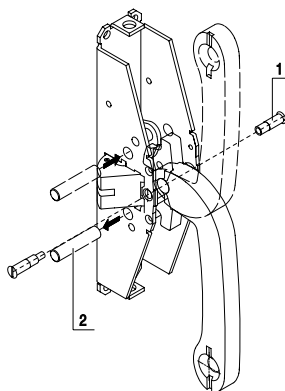

FIG. 6
- 5) **DETERMINAZIONE MANO DEL MANIGLIONE:** L'articolo viene fornito di mano SX (fig. 1), per cambiare mano eseguire le seguenti operazioni sulla **SCATOLA PRINCIPALE:** (fig. 6). Svitare il perno staffa, sfilare i due perni. Ruotare la staffa di 180°, sfilare la spina da 8 mm dalla sua posizione ed inserirla dalla parte opposta (fig. 6) (nel caso il passaggio fosse impedito dal perno di arresto scrocco, spingerlo in avanti fino a liberare il passaggio ed inserire la spina). Riavvitare il perno staffa.
- 5) **DETERMINING THE DIRECTION OF THE PANIC EXIT DEVICE:** the article comes supplied as SX left-handed (Fig. 1), to change this carry out the following operations on the **MAIN CASING:** (Fig. 6) Unscrew the rod stirrup bracket, pull out the two rods. Rotate the stirrup bracket 180 degrees, pull out the 8 mm pin from its position and insert it in the opposite part (Fig. 6) (in the event that the passageway is obstructed by the latch-bolt arrest pin, push it forward until the way is free and insert the pin). Rescrew the stirrup bracket.
- 5) **DÉTERMINATION DE LA MAIN DE LA POIGNEE ANTI-PANIQUE:** L'article est fourni de main GAUCHE (fig. 1), pour changer de main, effectuer les opérations suivantes sur le **COFFRE PRINCIPAL:** (fig. 6). Dévisser l'axe de la bride, retirer les deux axes. Tourner la bride de 180°, retirer la goupille de 8 mm par rapport à sa position et l'introduire du côté opposé (fig. 6) (si le passage est empêché par l'axe d'arrêt du pêne, le pousser vers l'avant pour libérer le passage et introduire la goupille). Revisser l'axe de la bride.
- 5) **DETERMINACIÓN DE LA MANO DE LA BARRA:** El artículo es suministrado en posición de mano izquierda (Fig. 1). Para cambiar de mano, realice las siguientes operaciones en el **COFRE PRINCIPAL:** (Fig. 6). Desenrosque el perno de la abrazadera, extraiga los dos pernos. Gire la abrazadera 180°, extraiga la clavija de 8 mm de su posición e introdúzcala por la parte opuesta (Fig. 6). (Si el pasaje es impedido por el perno de parada del pestillo, empujelo hacia delante hasta liberar el pasaje e inserte la clavija). Enrosque nuevamente el perno de la abrazadera.
- 5) **BEPALING VAN DE RICHTING VAN HET ANTI-PANIEKSLOT:** Het artikel wordt standaard voor linksdraaiende deuren geleverd (afb. 1), om de draairichting te veranderen, de volgende handelingen op de **HOOFDKAST** uitvoeren: (afb. 6). De beugelpin losdraaien en de twee pinnen uittrekken. De beugel 180° draaien, de 8 mm pin uittrekken en in de juiste positie aan de tegenover gestelde zijde insteken (afb. 6) (mocht de stoppin van de schoot het inschuiven verhinderen, de schoot naar voren duwen. De beugelpin weer vastdraaien.
- 5) **BESTIMMUNG DER TÜRDRÜCKER-ÖFFNUNGRICHTUNG:** Der Artikel wird mit nach links gerichteter Öffnung (Abb. 1) geliefert. Um die Öffnungsrichtung zu ändern, geht man folgendermaßen vor: **AUF DEM HAUPTKASTEN** (Abb. 6) schraubt man den Bügelstift ab und zieht dann die beiden Stifte heraus. Dann dreht man den Bügel um 180°, zieht den 8-mm-Dorn aus seiner Position und setzt ihn auf der gegenüberliegenden Seite wieder ein (Abb. 6). (sollte der Durchgang aufgrund des Fallenspernstiftes behindert sein, schiebt man ihn einfach nach vorne, so dass der Durchgang frei wird und setzt den Dorn ein). Jetzt schraubt man den Bügelstift wieder an.